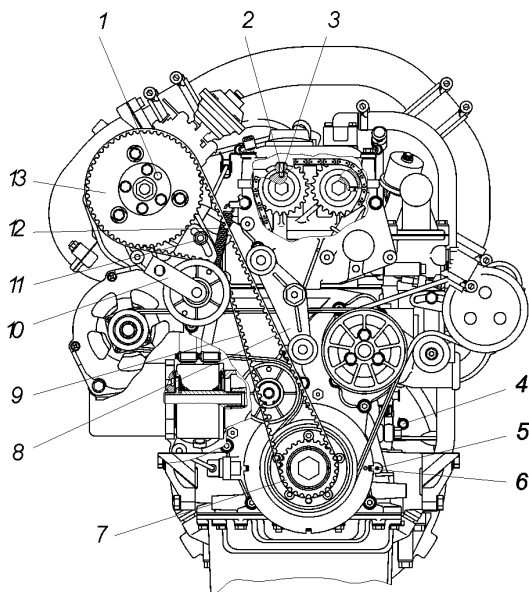

Рис. 9.36. Расположение меток и отверстий под штифты для замены ремня привода ТНВД:
- поверните коленчатый вал до совпадения метки 6 (рис. 9.36) на роторе датчика положения коленчатого вала с указателем 5 ВМТ на крышке цепи;